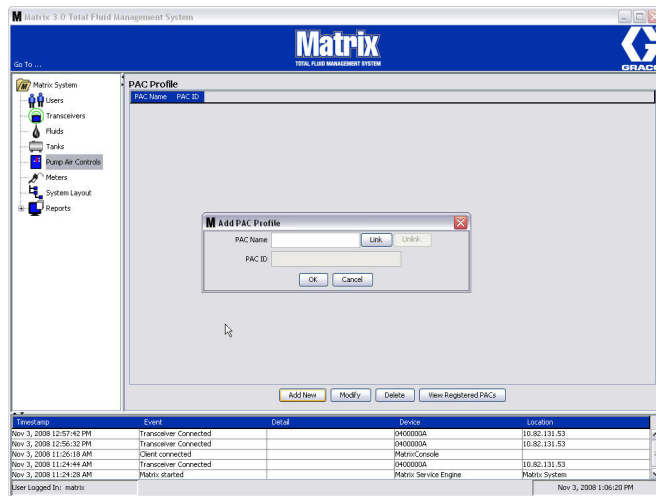

FIG. 80
3. Aparecerá la pantalla Agregar perfil de PAC representada en la FIG. 80. En esta pantalla, se le solicita el nombre del PAC. Después de que introduzca el nombre del PAC en el campo, haga clic en Aceptar para cerrar la pantalla y guardar los cambios.